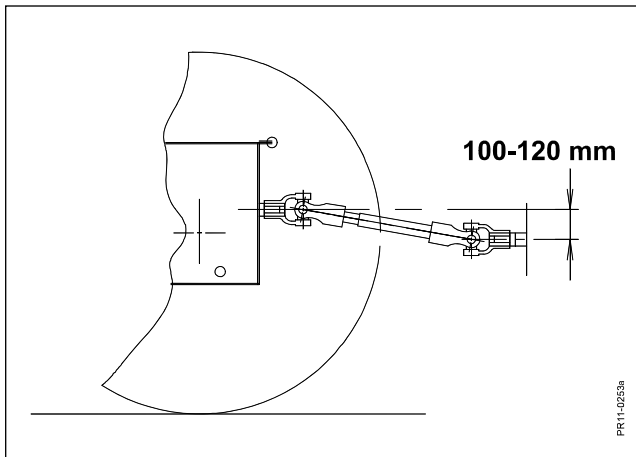

Fig. 2-12
- Fig. 2-12** Maskinens arbetsläge fastställs, där kraftintaget (PIC) på bärramens vinkelväxel skall vara 100 - 120 mm lägre än traktorns kraftuttagstapp (PTO). Detta motsvarar en lutning för kraftöverföringsaxeln på ca.10°.